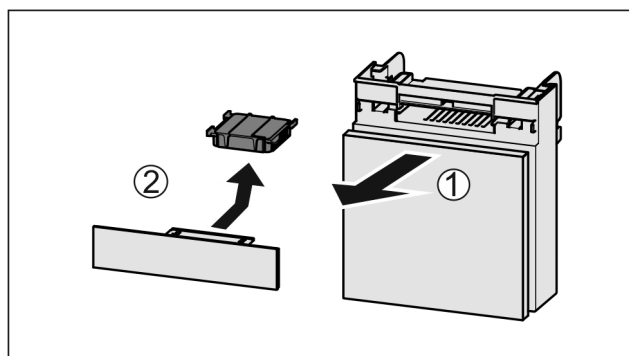

Fig. 44
- ▶ Wyciągnąć *Fig. 44 (1)* komorę do przodu.
- ▶ Wyjąć *Fig. 44 (2)* filtr z węglem aktywowanym.